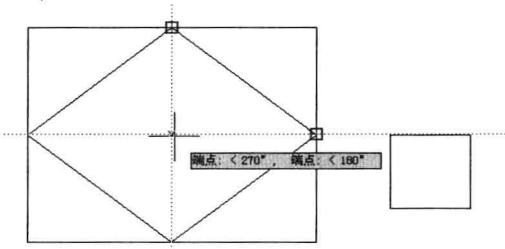

图 2-4-13
(4) 在绘图面板中单击圆按钮 ，将光标移动到棱形上端点位置，当显示端点捕捉标记后，再移动光标到右侧端点位置，当显示端点捕捉标记后，向棱形中间位置移动光标，显示临时获取点水平虚线，当移至中间位置还会显示垂直虚线，如图 2-4-13 所示。